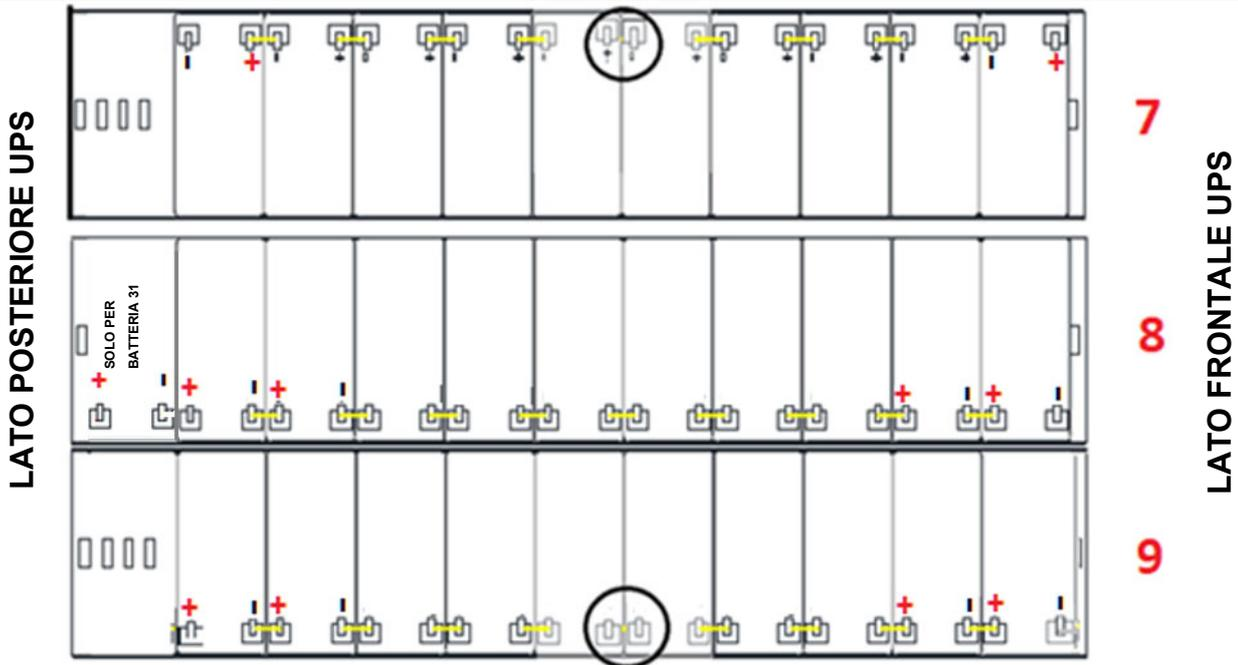

Figura 18 - Vista dall'alto Piano N°3
9) Sul Piano n°3 inserire i cassettei n°7-8-9 rispettando la posizione come dimostrato in figura 18.